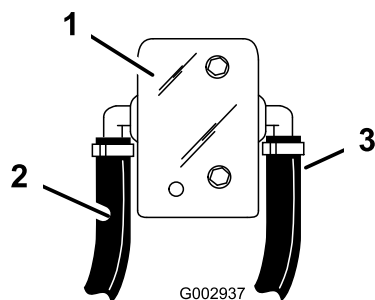

Figure 19
14. Connectez l'extrémité d'un flexible court de 1/2 pouce au raccord ouvert sur le raccord en T S53 que vous avez monté dans le flexible d'agitation et amenez-le à la cannelure arrière de 1/2 pouce sur le petit ensemble clapet à bille (Figure 19).
17. Connectez l'extrémité d'un flexible court de 1/2 pouce au raccord ouvert sur le raccord en T S53 que vous avez monté dans le flexible de dérivation et amenez-le à la cannelure avant de 1/2 pouce sur le petit ensemble clapet à bille (Figure 19).